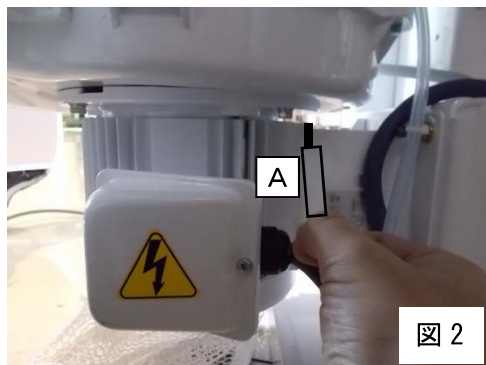

図 2
- ③ 外したマットからステンレス棒を 2 本抜き取り、新しいマットに差し込んでください。(図 2)